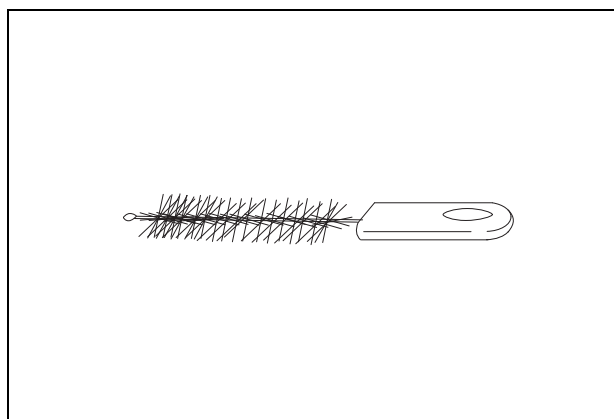

Figura 3.5
A escova de limpeza de abertura de canais é usada para escovar a carcaça da válvula de aspiração (consultar Figura 3.5).
1. Verifique se há cerdas soltas ou faltando (consultar Figura 3.5).